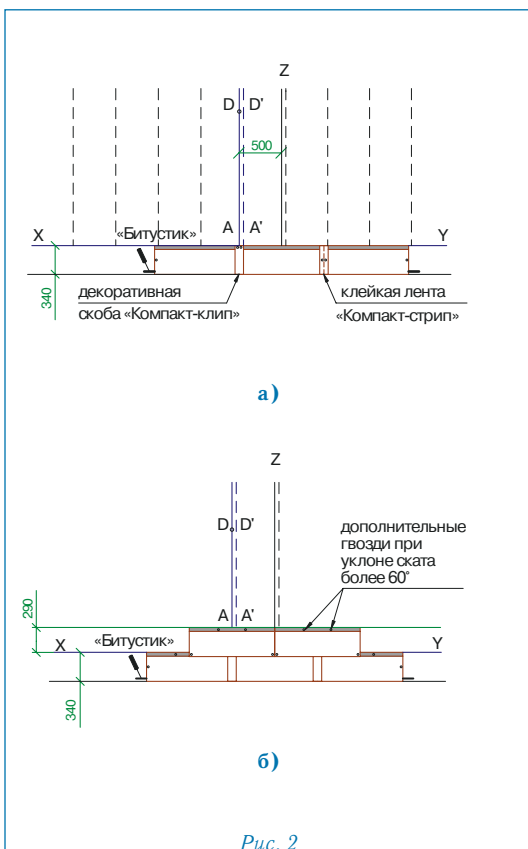

Рис. 2
Укладка материала (рис. 2)
- укладка черепицы начинается от линии AD, при этом ее верхний край выравнивается по линии XY (рис. 2а);
- листы первого ряда укладываются встык и фиксируются двумя гвоздями по центру коротких сторон на расстоянии 2 см от края (рис. 2а);
- правая сторона скобы «Компакт-клип» выравнивается по линии A'D' и фиксируется двумя гвоздями через специальные отверстия (рис. 2а);
- листы второго ряда черепицы укладываются от линии Z, их нижний край выравнивается по линии, параллельной XY; каждый лист фиксируется двумя гвоздями в 2,5 см от нижней стороны; стыки закрываются декоративными скобами «Компакт-клип» (рис. 2б);